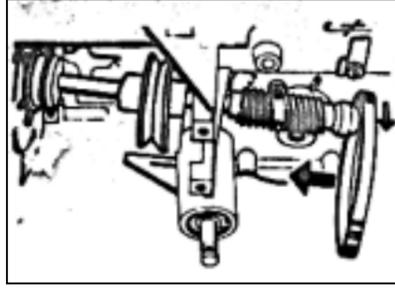

Fig.14
Lagerstelle wegschwenken und Riemen (483) einführen, siehe Fig. 14